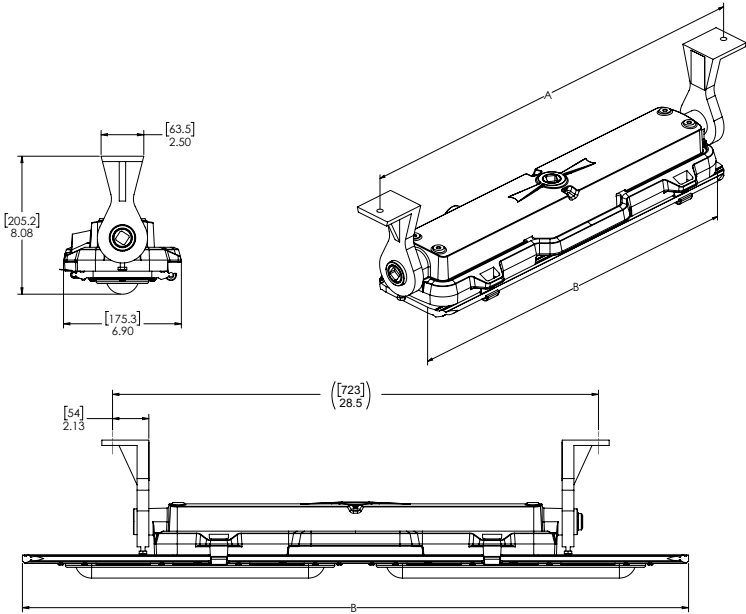

Figura 2. Instalación de montaje en pared o techo
- 2. Marque y taladre los orificios para sujetar los soportes de extremo. Use dos (2) sujetadores de 1/4" de diámetro (suministrados por el cliente) en las medidas de centro a centro (consulte la Figura 2). Se recomienda utilizar accesorios de acero inoxidable en lugares con problemas de corrosión.
- 3. La luminaria ahora está lista para el montaje. Se recomienda encarecidamente que use a dos (2) personas especializadas calificadas para proceder con el montaje final de la luminaria. Se recomienda esto para evitar cualquier lesión personal o daño a la luminaria.